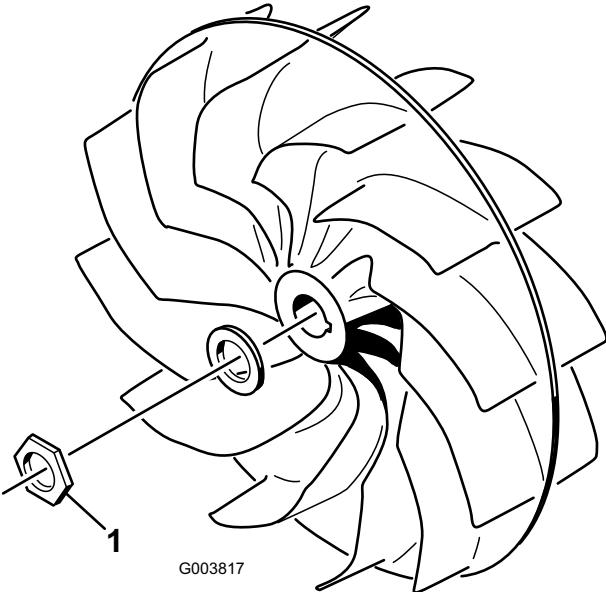

Figura 12
- La tuerca de montaje del ventilador (Figura 12) debe apretarse a 678 Nm